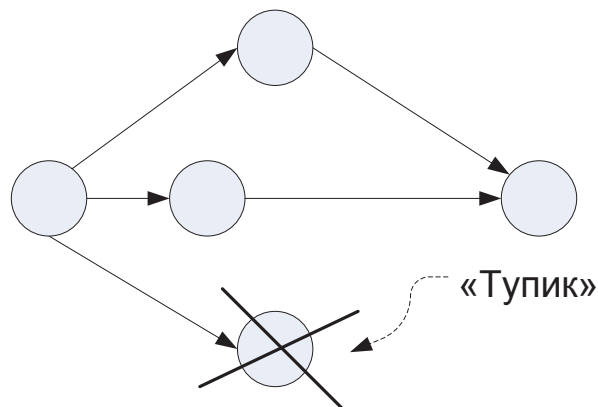

Рис. 5.12. Тупикова подія
14. Не повинно бути тупикових подій (крім завершальної події), з яких не виходить жодної роботи (рис. 5.12).